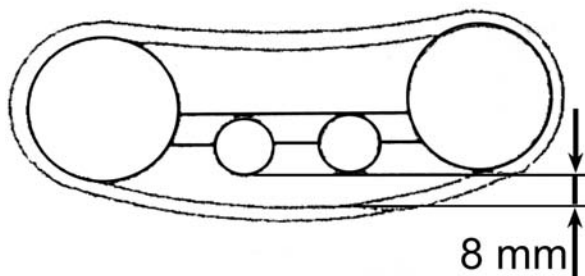

Figura 27
3. Ruotare il bullone tendicingolo in modo da impostare il gioco A tra il cingolo ed i rulli ad 8 mm (Figura 27).